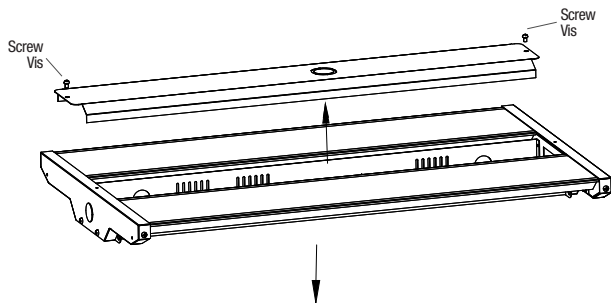

Fig. 1
2. Remove the driver cover of the housing by unscrewing the screws (Fig. 1).
2. Retirer le couvercle du contrôleur de DEL du boîtier en dévissant les vis (Fig. 1)
1. Remove the driver box cover by unscrewing the two screws (Fig. 1).
1. Retirer le couvercle de la boîte du contrôleur de DEL en dévissant les deux vis (Fig. 1).